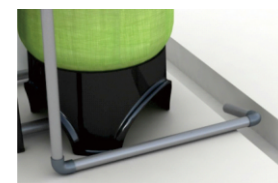

图1-4
- 绝对不能把排水管与下水道相连，须在二者之间留有一定的空隙，如图1-4所示，以防污水被虹吸到水处理器中。